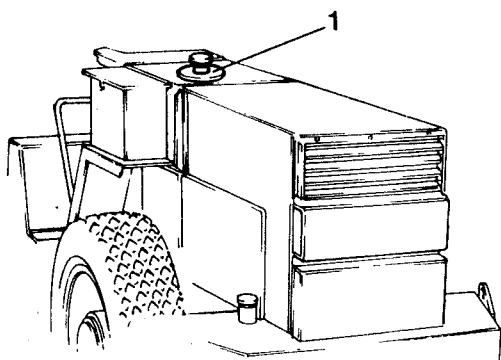

Abb. 42 Hydrauliköltank
- 3 Den Absperrhahn (1) schließen.
- 5 Den Absperrhahn (1) öffnen, und das Öl durch den Trichter und den Schlauch abfließen lassen.
- 6 Den Mannlochdeckel (1, Abb. 42) von der Oberseite des Hydrauliköltanks abnehmen. Seien Sie vorsichtig, damit keine Verunreinigungen in den Tank geraten.